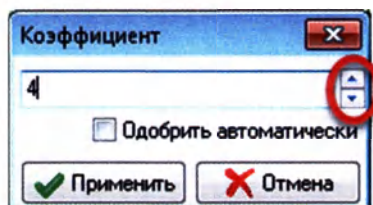

Рисунок 11.13
3. В открывшемся окне введите значение коэффициента, используя клавиатуру или кнопки управления, как показано на рисунке ниже (Рисунок 11.13):